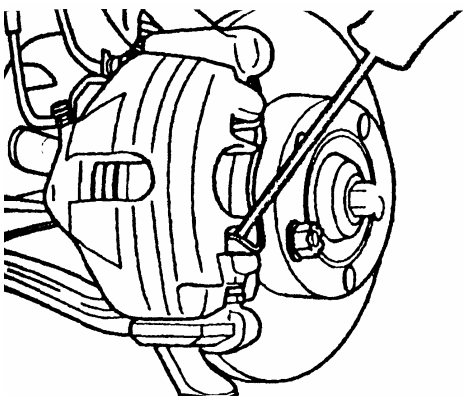

图 13-37 拆卸制动摩擦衬片定位弹簧
(2) 如图 13-37 所示，用螺丝刀从制动钳体上撬下并取下制动摩擦衬片的定位弹簧。